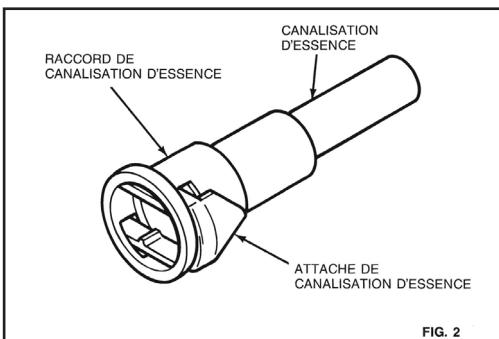

FIG. 2
- B) Reportez-vous à la figure 2 et posez les nouvelles attaches des canalisa-tions d'essence (attaches incolores de 5/16 po et attaches noires de 3/8 po) dans les raccords de dimension correspondante des canalisations; le côté triangulaire des attaches doit être tourné à l'opposé de l'orifice du raccord de canalisation.